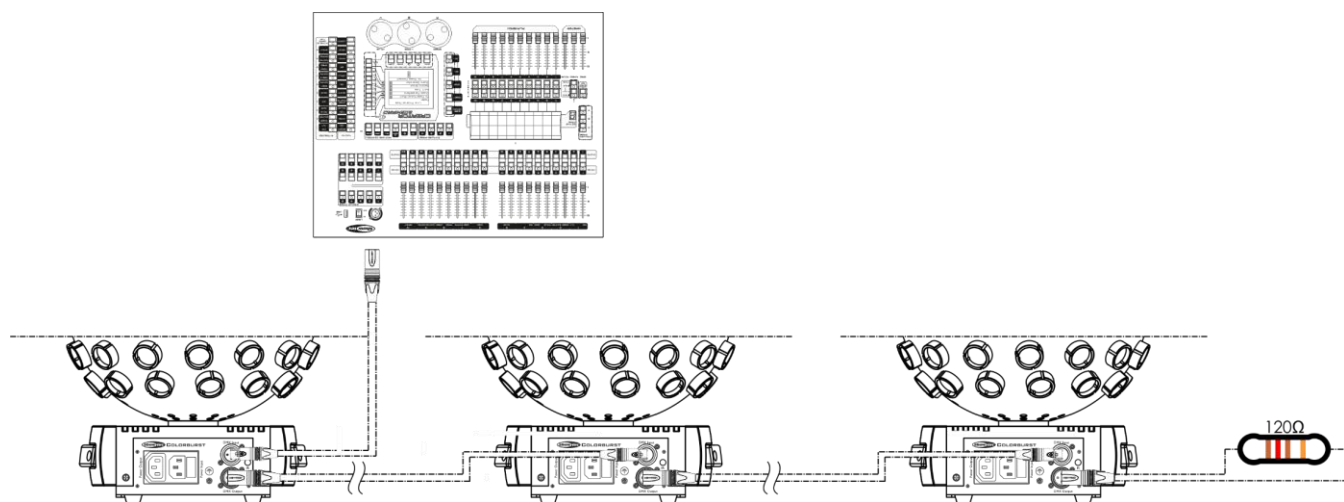

Fig. 06
- 04) Collegare le unità come indicato nella Fig. 06. Collegare la presa DMX "out" della prima unità alla presa DMX "in" della seconda unità, servendosi di un cavo di segnale DMX. Ripetere questo processo fino a collegare la seconda e la terza unità.